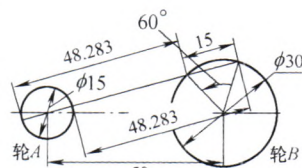

图 5
求解步骤如图5所示,①在草图中创建轮A、轮B两圆,标注轮B的直径为30mm,两轮的中心距是50mm。②画一条通过轮A圆心、通过轮B圆上两点的直线,在轮B上这两点连接圆心,标注两点的圆心角为 60° 。③标注轮B两点的距离 $d_3=15$ mm,